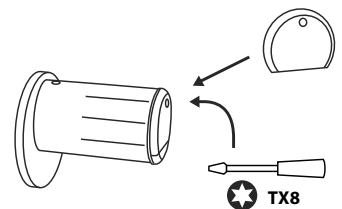

Fig. 4
④ Vuelva a colocar la cubierta delantera y atorníllela firmemente (Fig. 4).